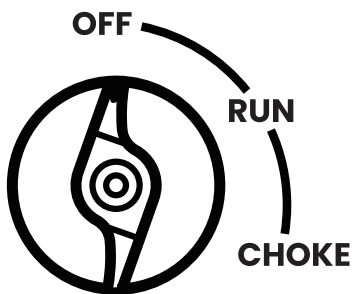

Figura 9: conmute el interruptor de motor/combustible a la posición OFF
3. Mueva el interruptor de control de motor a la posición OFF (vea la Figura 9).
Si hay una emergencia y el inversor se debe detener rápidamente, mueva inmediatamente el interruptor de control de motor a la posición OFF (vea la Figura 9).